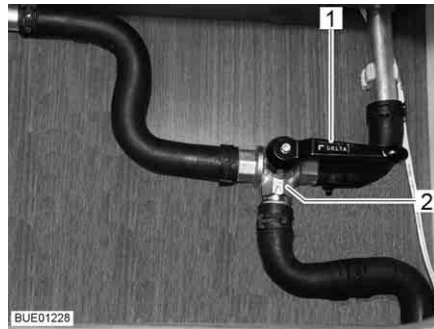

Bild 164 3-vägsventil
- Ställ spaken (Bild 164,1) till 3-vägsventilen (Bild 164,2) parallellt med den raka genomflödesriktningen (Bild 164).
- Ställ spaken (Bild 164,1) till 3-vägsventilen (Bild 164,2) tvärs mot den raka genomflödesriktningen.